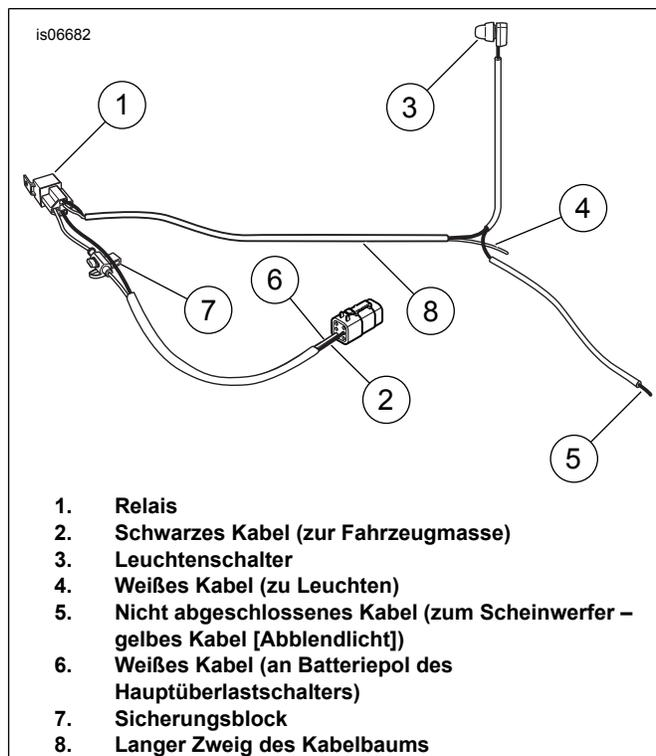

Abbildung 4. Bezeichnung der Kabelbaumkomponenten
Die einzelnen Kabelbaumkomponenten sind unter Abbildung 4 dargestellt.
14. Siehe Abbildung 4. Den Kabelbaum am Lenkkopf vorbei einziehen und den Kabelbaumzweig mit dem Leuchtschalter (3) entlang der linken Seite des Lenkers zum Kupplungshebel verlegen.